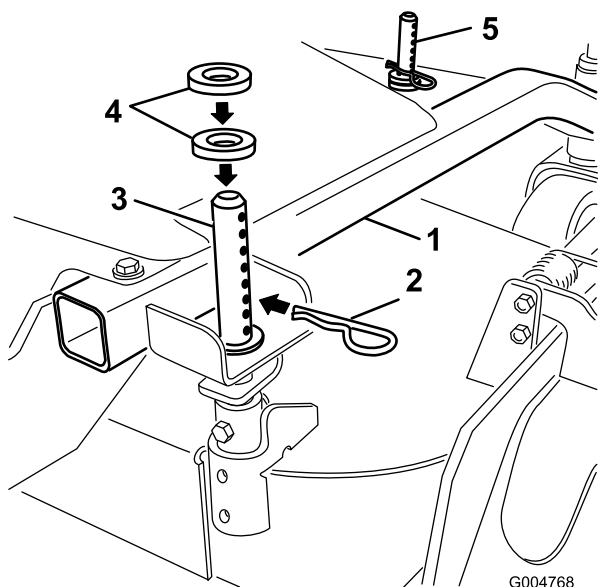

Figure 11
1. Choisissez le trou et le nombre d'entretoises correspondant à la hauteur de coupe voulue (Figure 11).
2. À l'aide de la poignée, soulevez le côté du plateau de coupe et enlevez la goupille fendue (Figure 11).
3. Ajoutez ou enlevez des entretoises selon les besoins, alignez les trous et insérez les goupilles fendues (Figure 11).